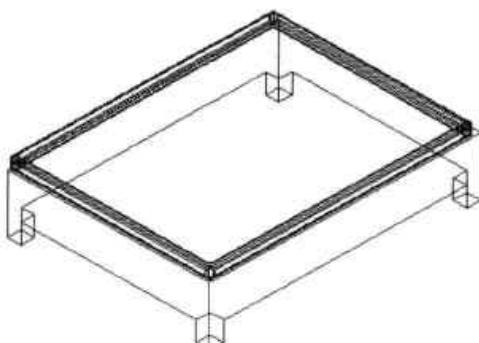

图14-62 床垫倒圆角
**Step09** 执行“倒圆角”命令，对床垫倒圆角，圆角半径为 30mm，结果如图 14-62 所示。